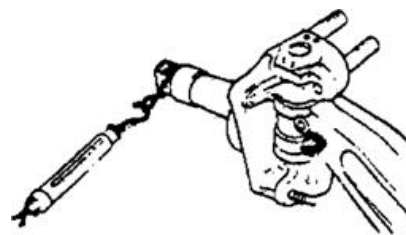

图 11
(2) 在主销表面涂一层薄薄的润滑脂。
(3) 将主销的锁销槽与前轴锁销孔对齐，插入锁销，拧紧锁销。 图 11
(4) 测量转向节的起动力。起动力应小于 10N（图 11）